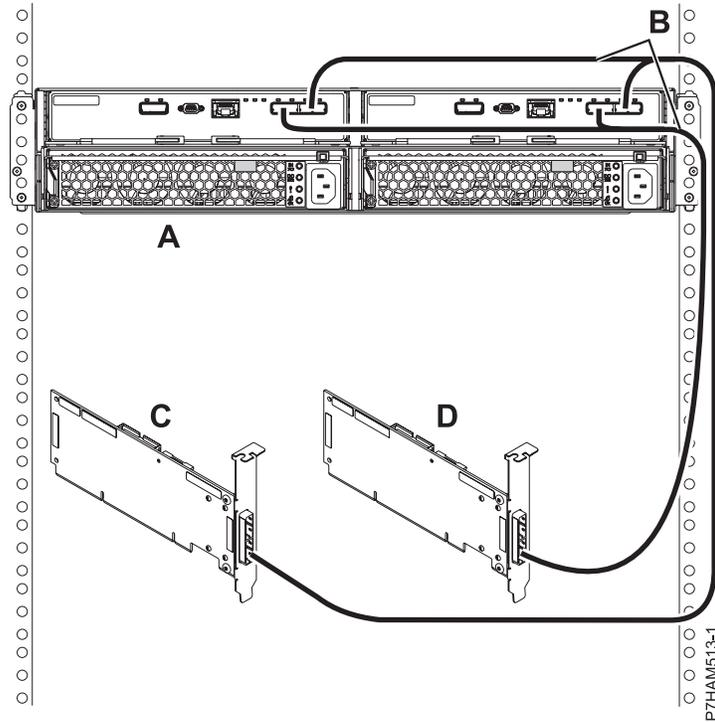

Figure 41. Mode 2 de connexion d'un boîtier d'unité de disque 58/87 via des câbles YO à deux adaptateurs SAS indépendants
- Effectuez la connexion de mode 2 d'un boîtier d'unité de disque 58/87 (A) via des câbles YO (B) aux deux adaptateurs SAS indépendants, comme illustré dans la figure 41, à la page 79.
- L'adaptateur SAS indépendant 1 (C) n'a pas accès à l'autre adaptateur indépendant et accède uniquement aux baies d'unité D1 à D12.
- L'adaptateur SAS indépendant 2 (D) n'a pas accès à l'autre adaptateur indépendant et accède uniquement aux baies d'unité D13 à D24.